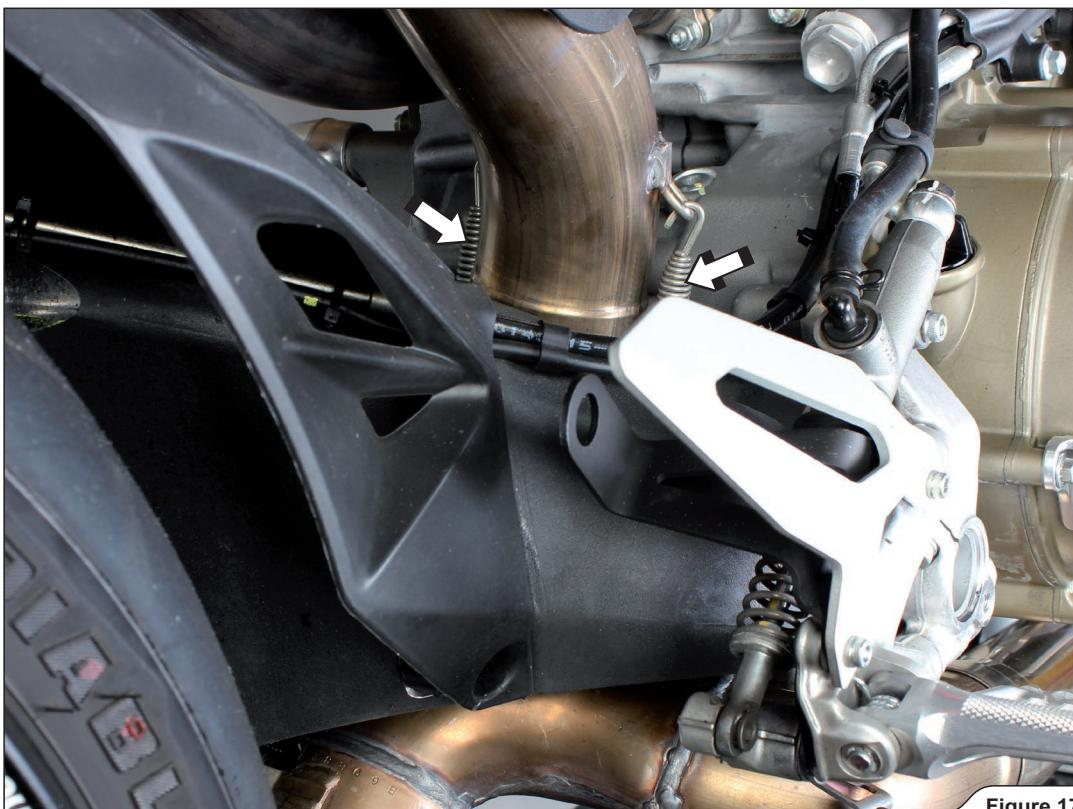

Figure 17
13. Décrocher les ressorts du collecteur arrière indiqués et déposer avec soin le collecteur du motocycle (Figure 17).
13. Die angegebenen Federn des hinteren Krümmers aushaken und den Krümmer vorsichtig vom Motorrad entfernen (Figure 17).